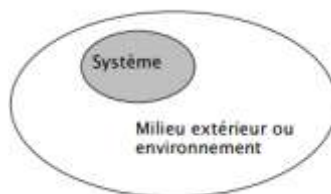

Figure 4
a) Définition d'un système : **un système** est un corps ou un ensemble de corps de masse déterminée, délimité dans l'espace (figure 4).